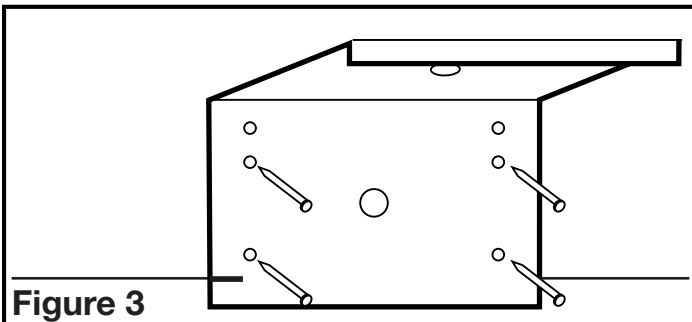

Figure 3
- En utilisant le guide sur le support de montage, aligner le support sur la solive pour que le dessous du ventilateur soit à effleurement avec le plafond fini. Clouer ou visser solidement le support en place (**Figure 3**).
2. Aligner le support sur la solive de manière que le bas du ventilateur soit à effleurement avec le plafond fini. Clouer ou visser solidement le support à fixer par pression en place (**Figure 3**).